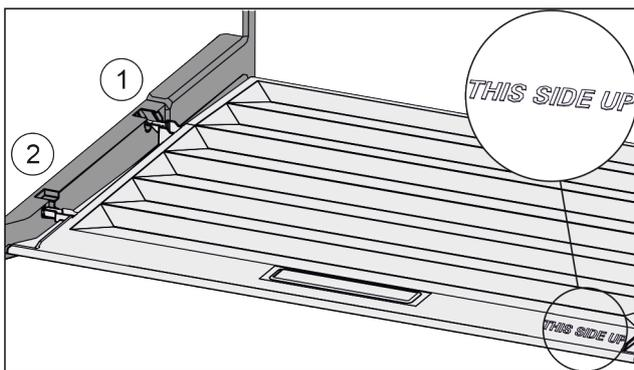

Fig. 115
- ▶ Deckelstege über Öffnung der hinteren Halterung Fig. 115 (1) einführen und vorne in Halterung Fig. 115 (2) einrasten.